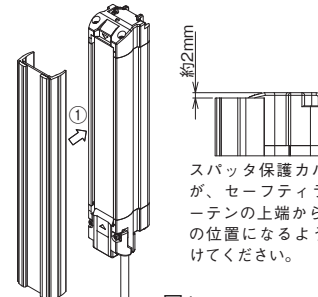

図1
- (1) スパッタ保護カバーをセーフティライトカーテンに取り付けます。(図1 ①)